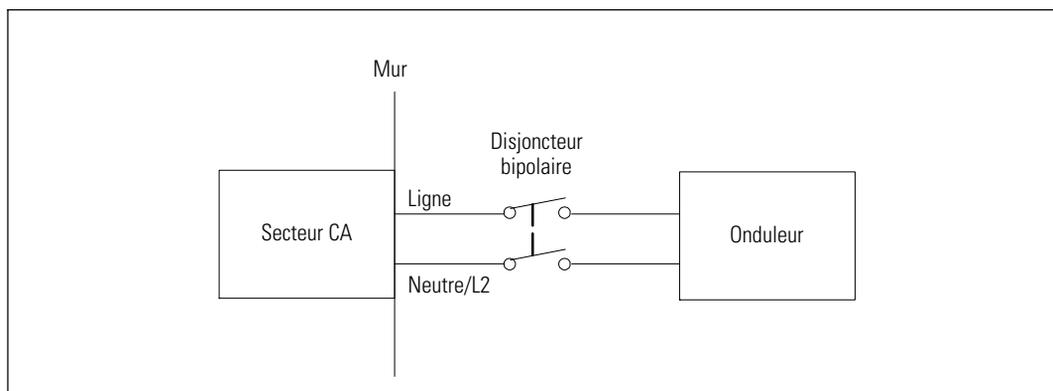

Figure 17. Schéma du Disjoncteur
- Le système de protection demande un dispositif de déconnexion bipolaire entre la sortie de l'onduleur et la charge (voir Figure 17)